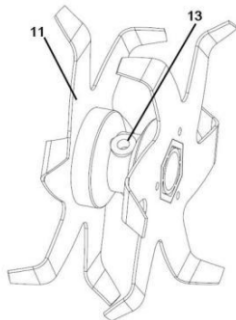

Fig.1
1. Retirez la vis à six pans creux 13 du composant de lame 11 à l'aide d'une clé à six pans creux. (Fig. 1)